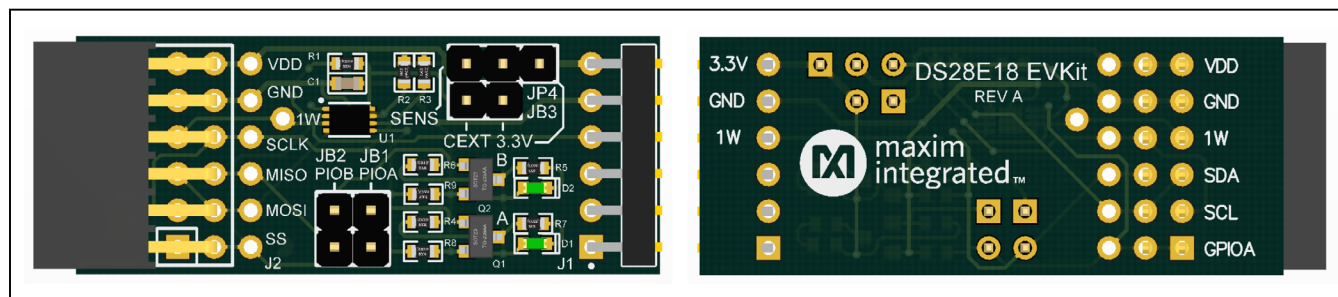

Figure 1. DS28E18 EV Kit Board
- DS28E18 EV kit board (Figure 1)